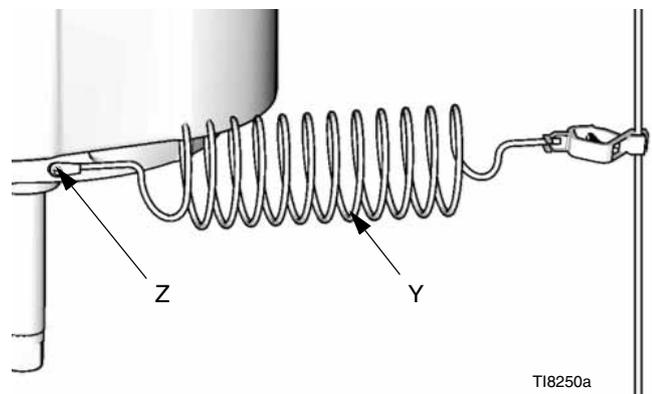

FIG. 1
**Pompa:** Sul motore utilizzare la vite di terra (Z) e la rosetta di sicurezza per collegare a terra il filo 244524 (Y). Stringere saldamente la vite. Collegare l'altra estremità del filo di terra a una presa di terra efficace. Vedere la FIG. 1.